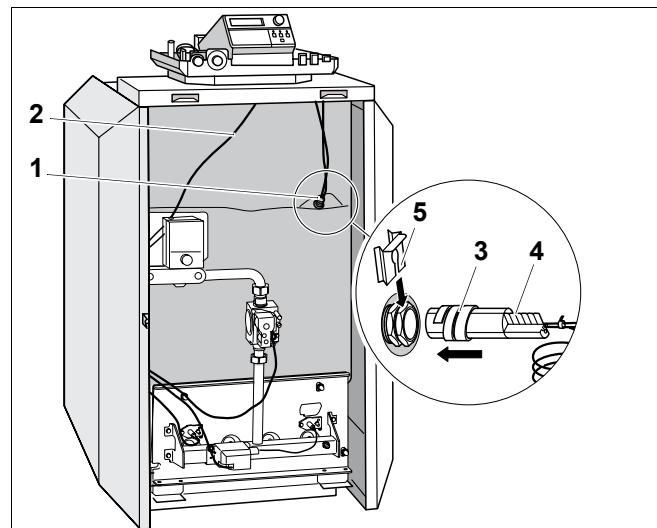

Рис. 16 Передняя крышка котла
- Провести капиллярные трубы температурных датчиков и, для системы управления серии Logamatic, провод датчика температуры котловой воды под передней крышкой котла вперед к месту замера (рис. 16, поз. 1). Провода при этом разматывать только на необходимую длину.
- Провести провод горелки (рис. 16, поз. 2) под передней крышкой котла назад к подключению системы управления.
- Температурный датчик вставить до упора в гильзу (рис. 16).
- Пластмассовая спираль (рис. 16, поз. 3) автоматически сдвигается назад. Компенсационная пружина (рис. 16, поз. 4) должна быть вставлена в гильзу.
- Надеть фиксатор датчиков (рис. 16, поз. 5; поставка с системой управления) сбоку или сверху на оголовок гильзы (рис. 16, см. стрелку).